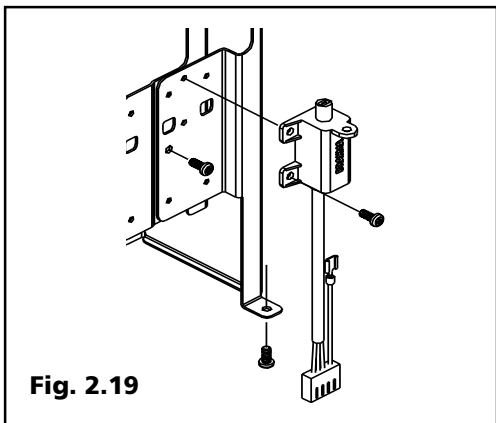

Fig. 2.19
2.12 Apparecchiatura alta tensione (Fig. 2.19)